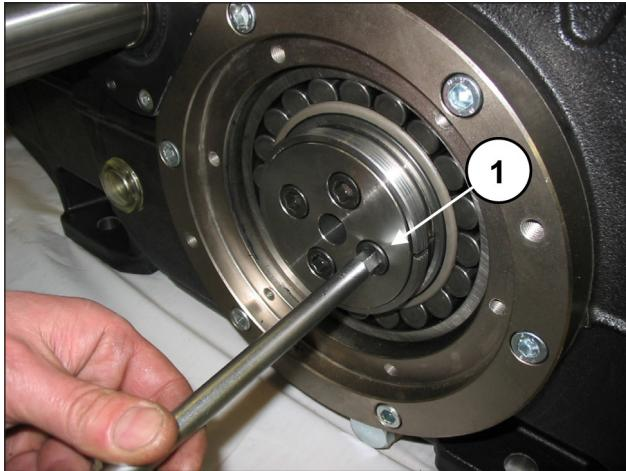
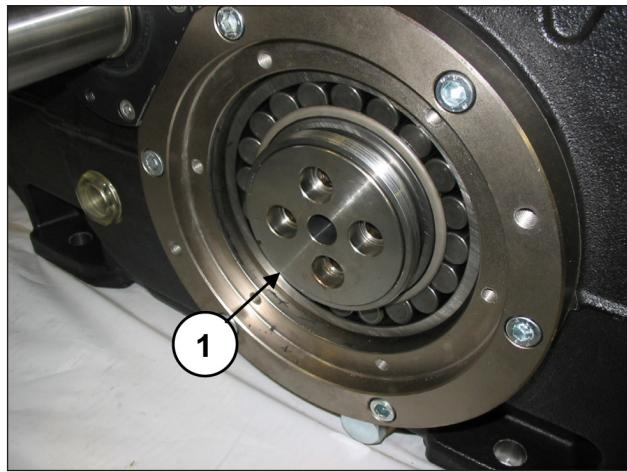

图 13
图 14
从两侧拧松并拆除衬套锁定法兰固定螺丝(位置①，图 13)。衬套锁定法兰必须留在底座(位置①，图 14)。